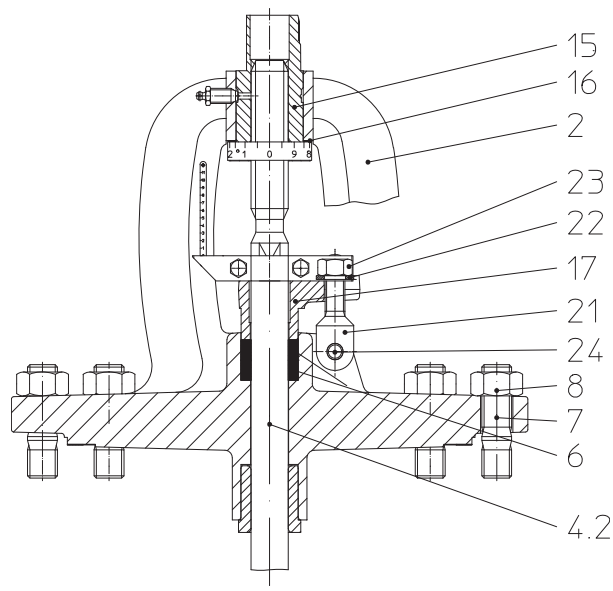

Fig. 8: DN250-400
Pakdåsebrillen DN250-400 (pos.17) er for løs (fig. 8; side 8)	Stram pakdåsebrillen (pos.17) med møtrikken (pos. 23), til der er opnået tæthed -Møtrik (fig. 8; side 8); Overdelen skal udskiftes hurtigst muligt